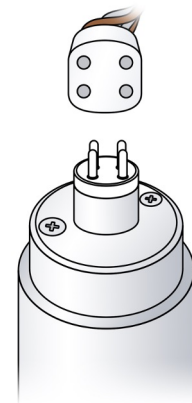

Fig. 3
- BRANCHEZ le connecteur de la lampe à l'extrémité de la lampe UV en vous assurant que le connecteur est correctement aligné sur les broches de la lampe (voir la figure 3 de la page précédente).